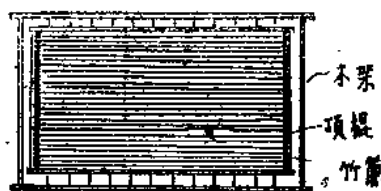

图 2
(1) 概述：抄紙是制造紙风道的重要工序之一。抄紙技术的高低直接影响紙风道的質量。
(2) 設備：人工抄紙的設備很簡單，由漿池和抄紙竹帘（如图2）組成。
1) 叶片: 形状有多种, 如下图 2, 3, 只要能达到高速搅拌并有切割及挤压力量就可。为增强搅拌, 每对叶片上可加一对径向小叶片。叶片和圆筒下端及四周的距离最好不要大于 1 公分, 否则搅动不好。